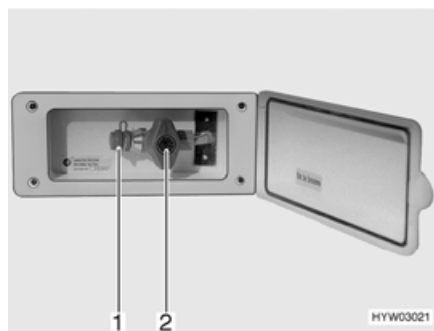

Bild 130 Extern gasanslutning (gasavstängningsventilen stängd)
Den externa gasanslutningen (Bild 130) befinner sig, beroende på modell, på fordonets bakdel eller på fordonets vänstra resp. högra sida.
- Anslut den externa gasapparaten till anslutningar (Bild 130,1).
- Öppna gasavstängningsventilen (Bild 130,2).